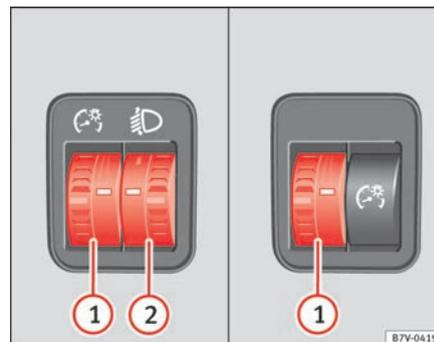

Abb. 68 Neben dem Lenkrad: Regler für die Instrumenten- und Schalterbeleuchtung ① sowie Leuchtweitenregulierung ②.
① Instrumenten- und Schalterbeleuchtung
Bei eingeschaltetem Licht lässt sich die Helligkeit der Instrumenten- und Schalterbeleuchtung durch Drehen des Reglers ⇒ Abb. 68 ① stufenlos regulieren. ▶
② Leuchtweitenregulierung
Die Leuchtweitenregulierung ⇒ Seite 122, Abb. 68 ② passt je nach Einstellwert die Lichtkegel der Scheinwerfer stufenlos dem Beladungszustand des Fahrzeugs an. Dadurch hat der Fahrer bestmögliche Sichtverhältnisse und der Gegenverkehr wird nicht geblendet ⇒ ⚠.
Zum Einstellen Regler ⇒ Seite 122, Abb. 68 ② drehen: